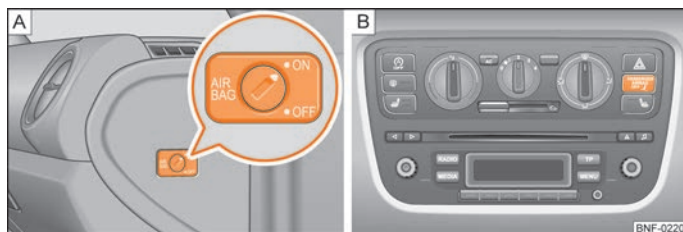

Fig. 80 A: Nøglekontakt / B: Kontrollampe
- Den frakoblede airbag vises, ved at den gule kontrollampe **PASSENGER AIR BAG OFF**  i instrumentpanelets midterste del lyser ⇒ Fig. 80 – .
- Drej nøglekontaktens slids til positionen **OFF** ⇒ Fig. 80 – A med bilnøglen.
- Kontroller, om kontrollampen **PASSENGER AIR BAG OFF** i instrumentpanelets midterste del lyser, når tændingen er tilsluttet ⇒ Fig. 80 – B.
- Drej nøglekontaktens slids til positionen **ON** ⇒ Fig. 80 – A med bilnøglen.
- Kontroller, at kontrollampen **PASSENGER AIR BAG OFF** i instrumentpanelets midterste del ikke lyser, når tændingen er tilsluttet ⇒ Fig. 80 – B.
Airbagkontrollampen er placeret i instrumentpanelets midterste del ⇒ Fig. 80 – B.